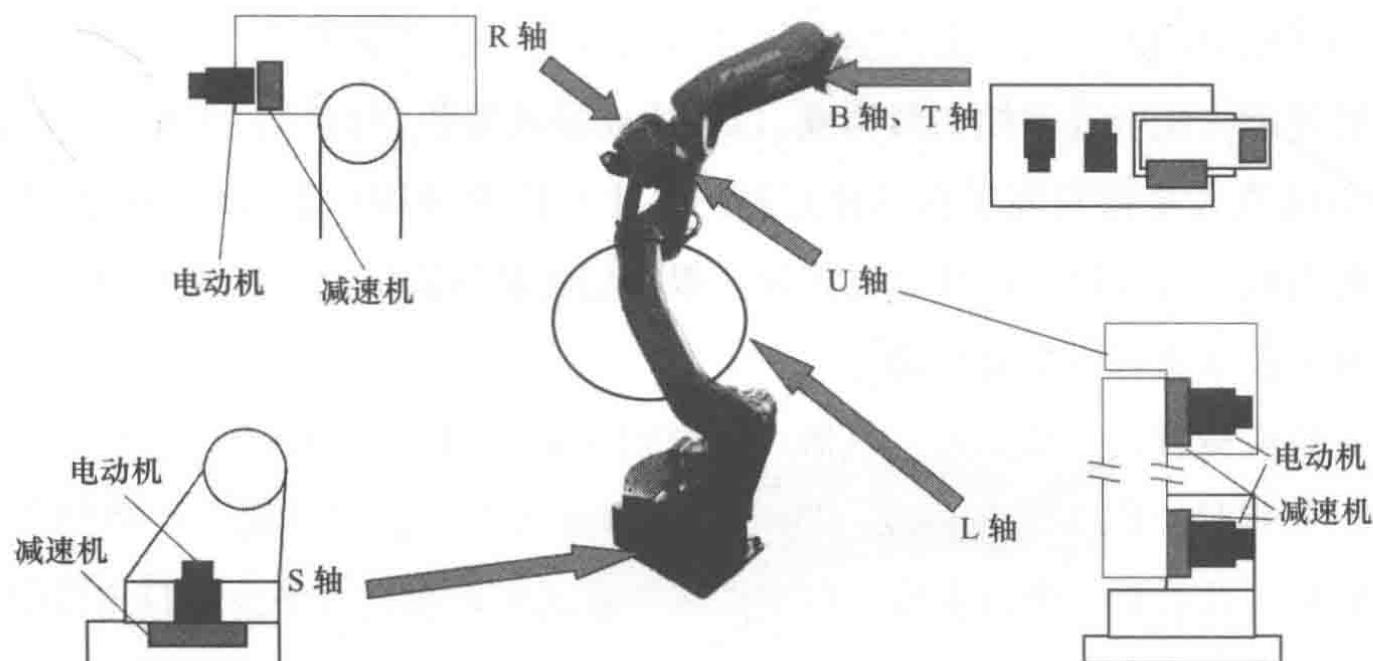

图 1-4
要让机器人顺利转动需要什么软硬件呢？使机器人转动所需要的四大要素：①伺服电动机；②电动机的驱动程序（伺服包）；③减速机；④机械臂（承担本体和负载总重量的铸铁构件），如图 1-4 所示。